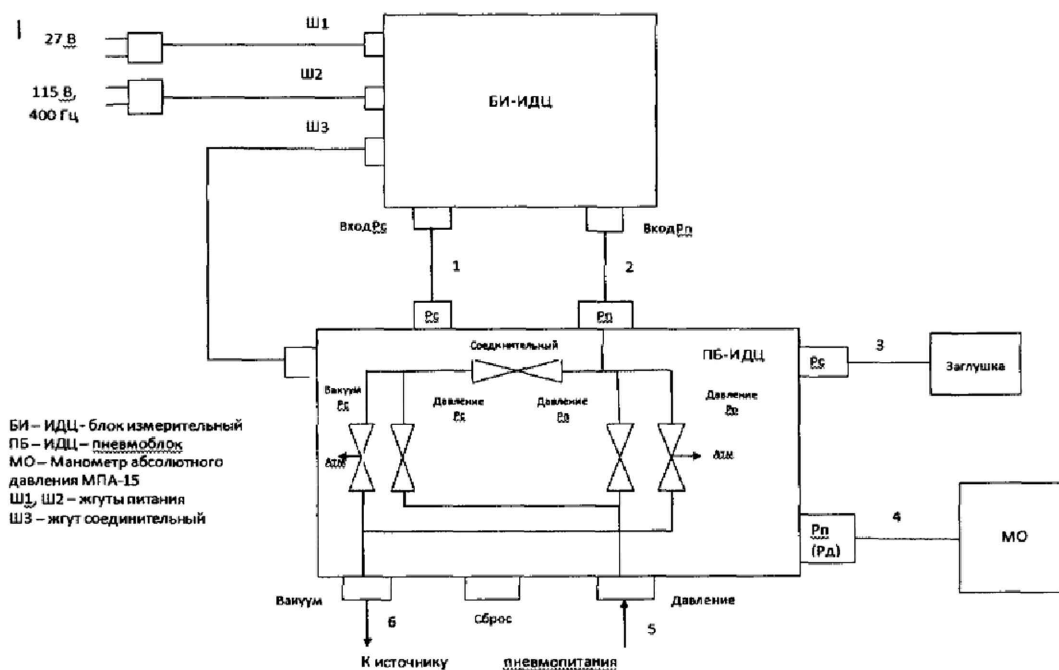

Рисунок 1 - Схема поверки измерителя
8.2.1 Соберите схему приведенную на рис. 1.
8.3.1 Соберите схему, приведенную на рис.1, проведите подготовку к работе образцового измерителя давления в соответствии с технической документацией на него.